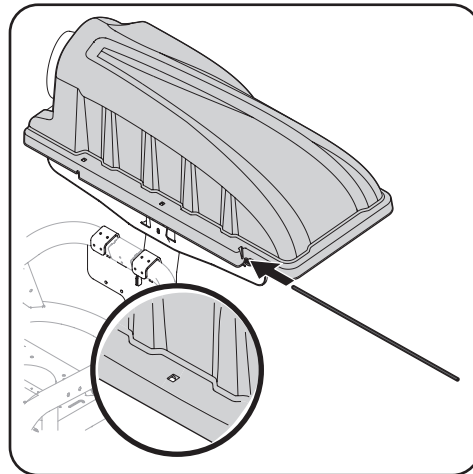

Figure 4-21
2. Tandis que la goulotte d'éjection du tracteur est relevée et maintenue ouverte (1), installez le coude de la goulotte en plaçant la tige de montage du coude de la goulotte dans la patte de montage de la goulotte (2), comme indiqué à la Figure 4-21.